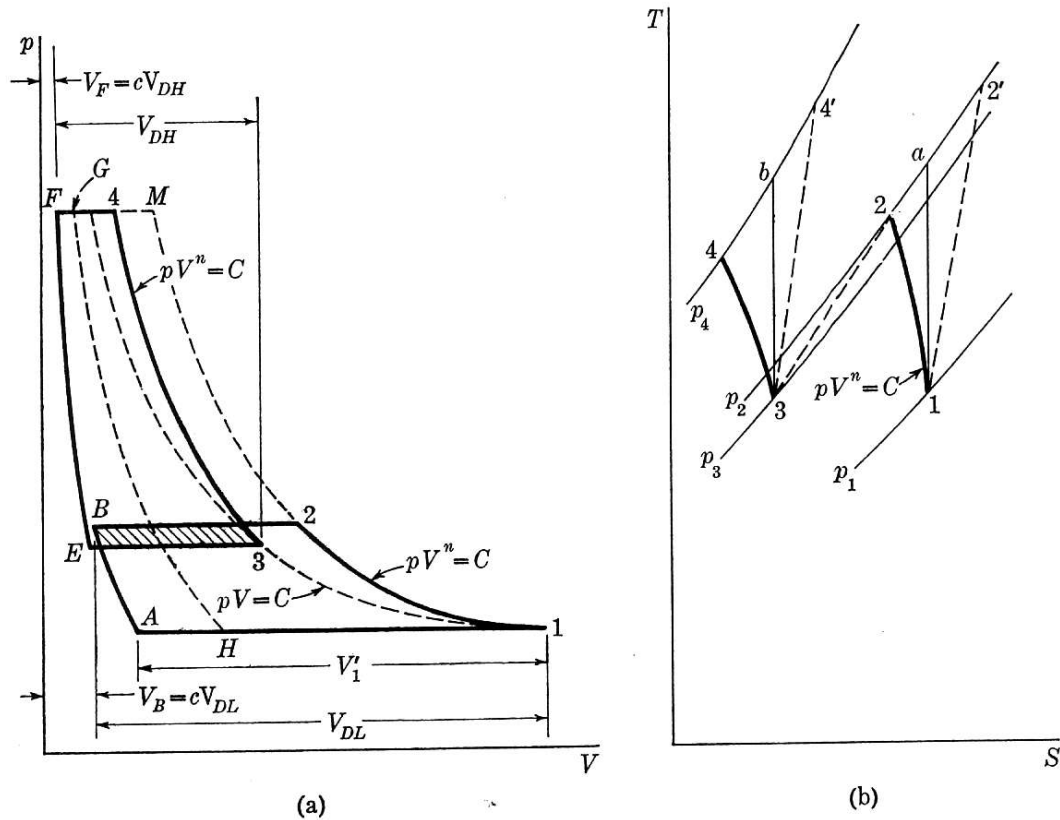
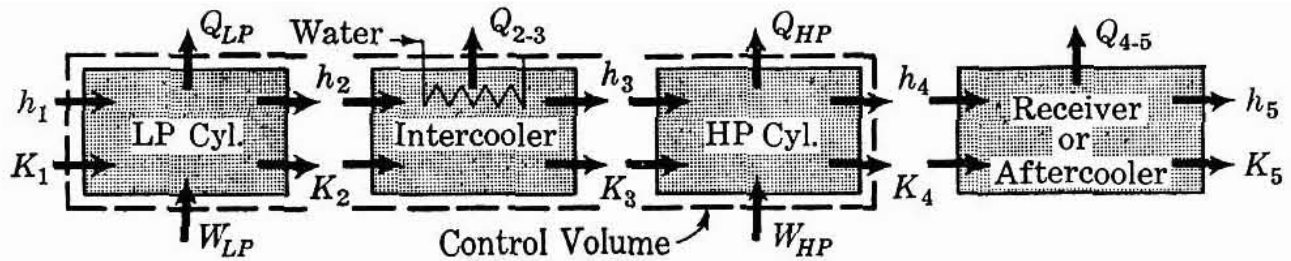

Figura 2.19 Diagrama convencional de dos etapas con pérdida de carga entre etapas. Las compresiones se suponen politrópicas.
Figura 2.21 Diagrama de Balance de Energía, Compresor de Dos Etapas (reversible o irreversible, $\Delta K = 0$, K = Energía cinética)
→ La Figura 2.19 muestra el diagrama indicador convencional de un compresor alternativo de dos etapas o escalonamientos. La figura muestra simultáneamente las evoluciones del pistón de baja presión (LP) y de alta presión (HP).
- Sólo los procesos termodinámicos (no la succión ni la descarga) se muestran en el diagrama T-S de la Figura 2.19 (b).
➔ Es conveniente tener una perspectiva termodinámica con un diagrama de energía del sistema, que consiste en aire entrando y saliendo de la frontera de nuestro volumen de control. En la Figura 2.21, los subíndices tienen el mismo significado que en la Figura 2.19, salvo el subíndice 5.
- ➔ en Figura 2.21.